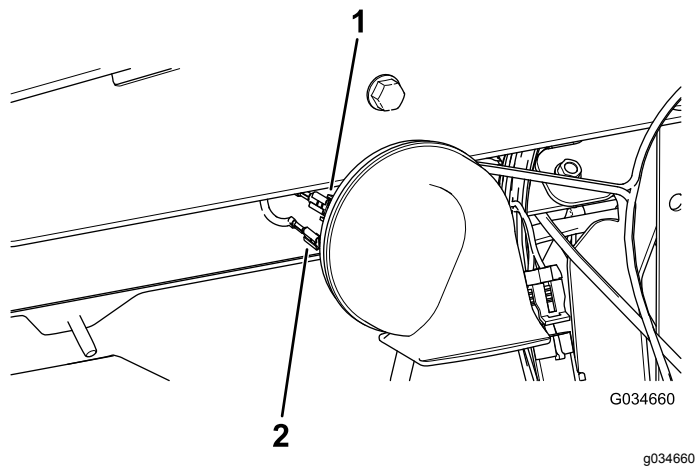

Figura 4
3. Ligue os dois conectores fêmeas da cablagem principal aos dois conectores macho da buzina de 48 V (Figura 4).